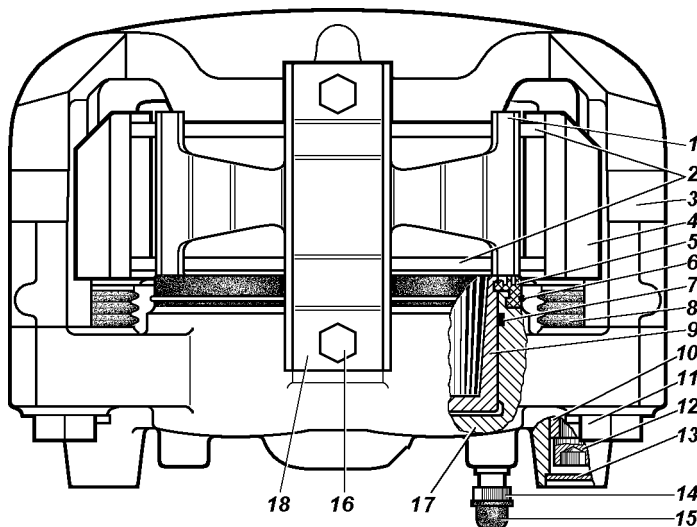

Рис. 9.23. Передние дисковые тормоза:
**Дисковые тормозные механизмы передних колес.** Для осмотра тормозных колодок 2 (рис. 9.23) установите